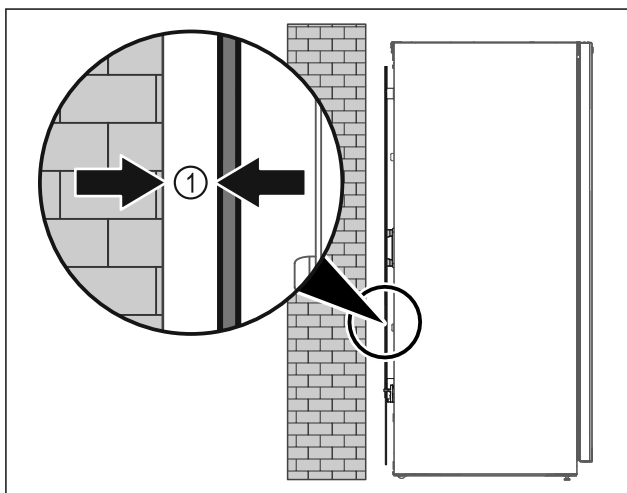

Fig. 10
- ▶ Τοποθετήστε τη συσκευή είτε ελεύθερη στον χώρο είτε απευθείας σε έναν τοίχο σε ελάχιστη απόσταση 5 mm Fig. 10 (1).